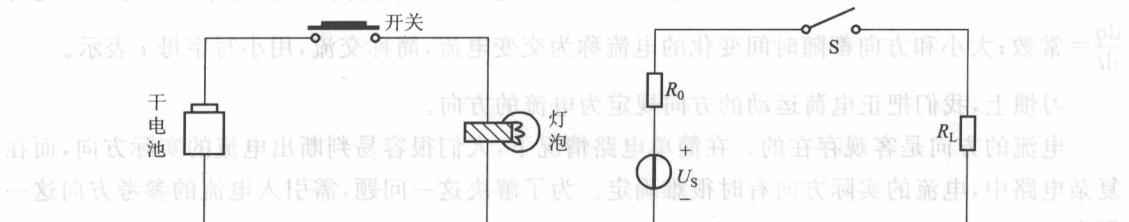

图 1-1 手电筒电路
一个最简单的电路——手电筒电路如图 1-1(a)所示。其中，干电池为电源，其作用是把化学能转换为电能；小灯泡为负载，其作用是把电能转换为光和热能；开关和导线构成中间环节。
由于电路的复杂性和多样性,如果在分析电路时都用实际电路去分析,必然会事倍功半。为了使电路的分析与计算大大简化,常把实际元件在一定条件下,进行近似化、理想化处理,得到理想元件,并用规定的符号去表示。由理想元件组成的电路称为实际电路的电路模型。图1-1(b)即为图1-1(a)的电路模型,简称电路图。
**【思考题】** 试求图 1-1 所示各支路的电压和电流的参考方向, 并判断各支路的功率性质。